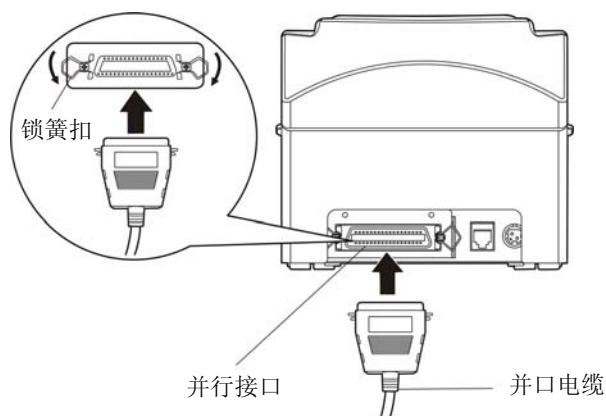

图 2-3 连接并口电缆
1. 关闭计算机和打印机电源，将并口电缆插头连接到打印机的并行接口，扣上连接器两侧的锁簧扣，固定并口电缆（如图 2-3 所示）。